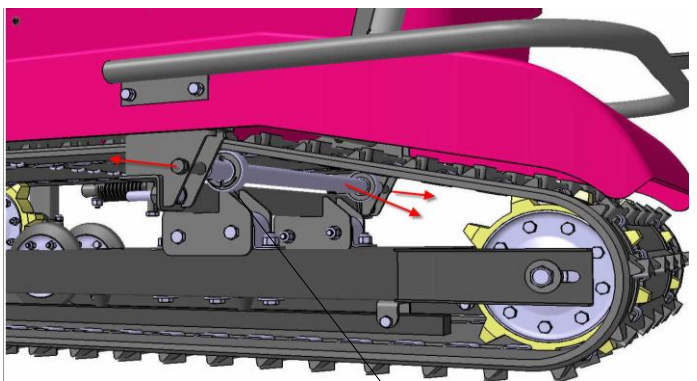

Рис.8
- 7.5.1 Отвернуть болты крепления поддерживающей оси и снять поддерживающую ось (Рис.8).